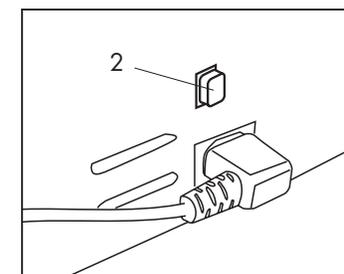

Fig. 4
- Encienda la máquina accionando el interruptor principal (2). **(Fig.4)**
- Las teclas de mando comenzarán a parpadear lentamente; una vez alcanzada la temperatura, las teclas se iluminarán de modo fijo indicando que la máquina está lista para el uso **(Fig.4)**.